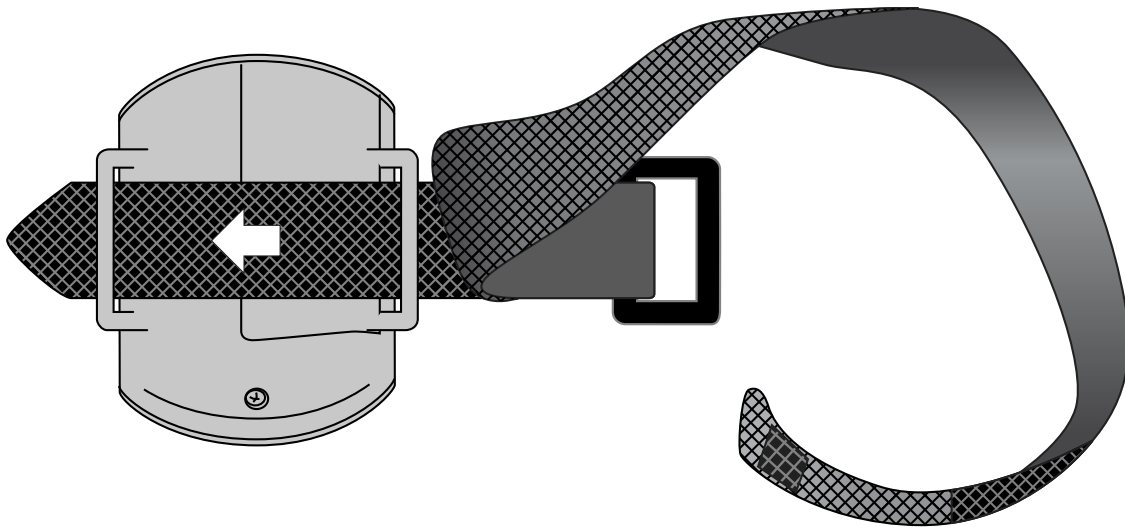
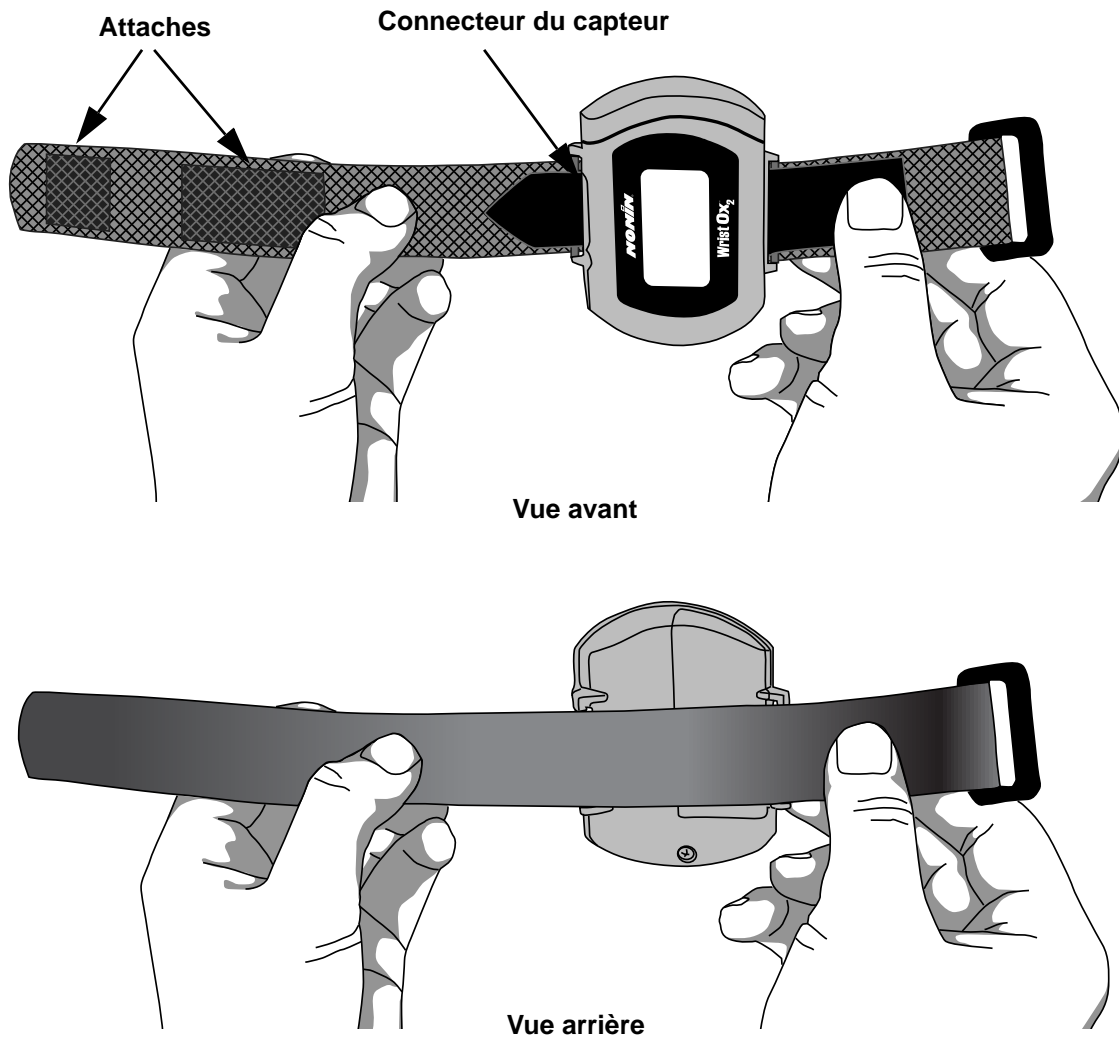

Figure 7 : Enfilez le segment court
Figure 9 : Appareil avec bracelet attaché (vues avant et arrière)
Les figures 7 et 8 montrent comment fixer le bracelet sur l'appareil. La figure 9 montre l'avant et l'arrière du bracelet attaché.
1. Vérifiez que le bracelet a été correctement fixé sur l'appareil (figure 9). Si le bracelet n'a pas été fixé sur l'appareil, voir « Fixation du bracelet ».